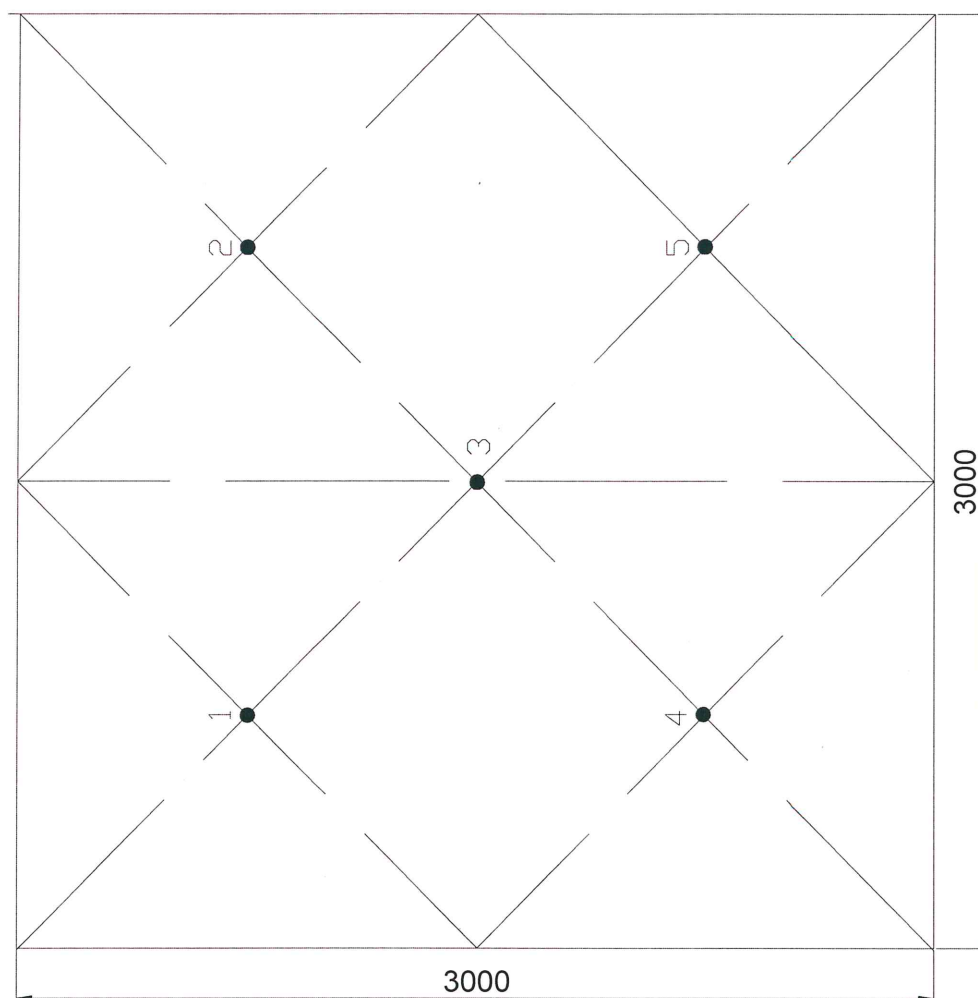

Рис. 2. Схема расстановки термопар на образцах.
7.3 Расстановка термопар (рис. 2): исполнитель – сотрудники ИЦ.